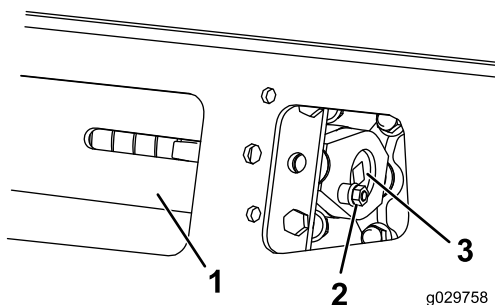
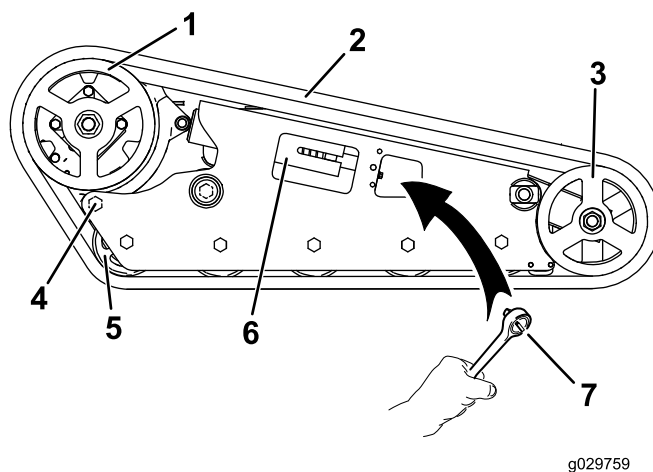

Figura 55
Figura 56
3. Togliete il bullone di bloccaggio e il dado (Figura 55).
5. Allineate l'intaglio più vicino della vite di tensione al foro del bullone di bloccaggio e fissate la vite con il bullone di bloccaggio e il dado (Figura 55).
3. Utilizzando una chiave a tubo da 1/2", scaricate la tensione girando la vite di tensione in senso orario (Figura 55 e Figura 56).
4. Allentate il bullone posteriore, vicino alla ruota motrice (Figura 56).
6. Dopo avere liberato il cingolo dalla ruota anteriore, toglietelo dalla ruota conduttrice e dalle ruote non motrici (Figura 56).
7. Avvolgete il nuovo cingolo iniziando dalla ruota conduttrice e controllando che i denti del cingolo si alloghino tra i distanziali della ruota stessa (Figura 56).
8. Spingete il cingolo sotto e tra le ruote non motrici (Figura 56).